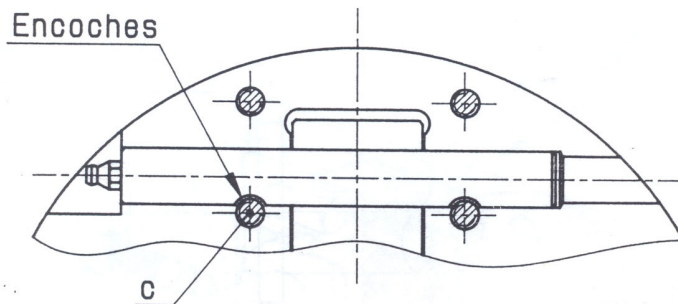

fig. 3
- Remonter bague (4) , leviers (5) , axes (6) et porte-mors (7) .
- Positionner les axes afin que les 2 encoches permettent le montage des vis (c) de plaque-avant, (système de blocage d'axe fig. 3).